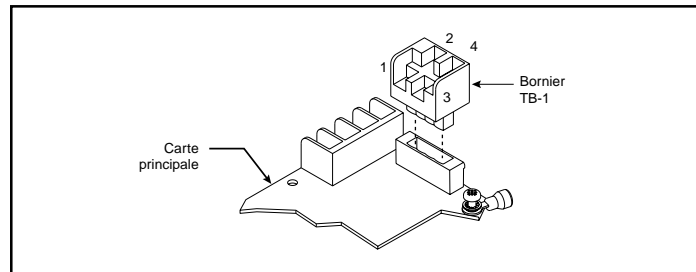

Figure 3. Bornier TB1
- (Option). Brancher la batterie externe 24 V c.c. (non fournie) en série avec la diode fournie (pièce n° 2600010) entre les bornes 3 et 4 de TB1 sur la carte principale, comme illustré sur les figures 3 et 4 et suivant les inscriptions sur la diode.
Remarque : On peut débrancher le bornier TB1 de la carte principale afin d'effectuer les raccordements illustrés sur la figure 3.